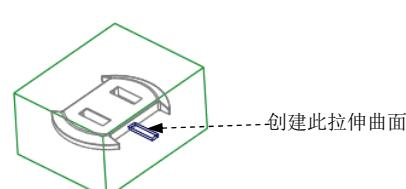

图 27.5 创建拉伸曲面
Step3. 通过拉伸的方法创建图 27.5 所示的拉伸曲面。单击 **编辑模具体积块** 操控板 **形状** ▼ 区域中的 按钮，此时系统弹出“拉伸”操控板；选择 **视图** 功能选项卡 **模型显示** ▼ 区域中的“显示样式”按钮 ，按下 按钮，将模型的显示状态切换到实线线框显示方式；右击，从系统弹出的菜单中选择 **定义内部草绘...** 命令；在系统的提示下，选取图 27.6 所示的模型表面为草绘平面，然后再选取 MOLD_FRONT 基准平面为参考平面，方向为 **右**。单击 **草绘** 按钮，此时进入草绘环境；进入草绘环境后，绘制图 27.7 所示的截面草图（使用“投影”命令绘制截面草图）。完成截面草图的绘制后，单击“草绘”操控板中的“确定”按钮 ；在操控板中选取深度类型 ，调整模型视图，选择图 27.6 所示的凹槽内部平面为拉伸终止面；在“拉伸”操控板中单击 按钮，完成特征的创建。